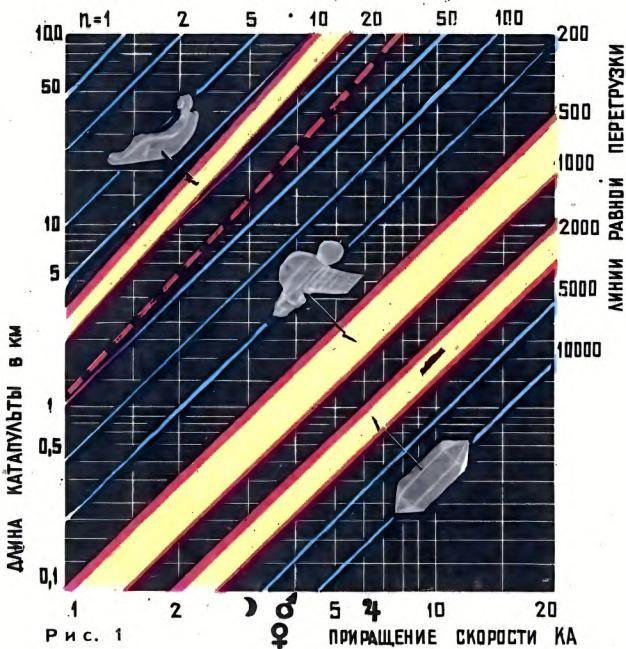

Рис. 1
**Рис. 1.** Зависимость длины катапульты (в км) от приращения скорости аппарата (в км/сек) для различных значений допустимой перегрузки. Широкие полосы обозначают ориентировочные диапазоны допустимых перегрузок для (сверху вниз) космонавта (штрихованная линия — для космонавта в перспективном противоперегруженном гидрокостюме), современной и будущей специально спроектированной аппаратуры. Астрономические символы планет внизу показывают, каково должно быть приращение скорости аппарата, чтобы он достиг Луны, Венеры, Марса и Юпитера.